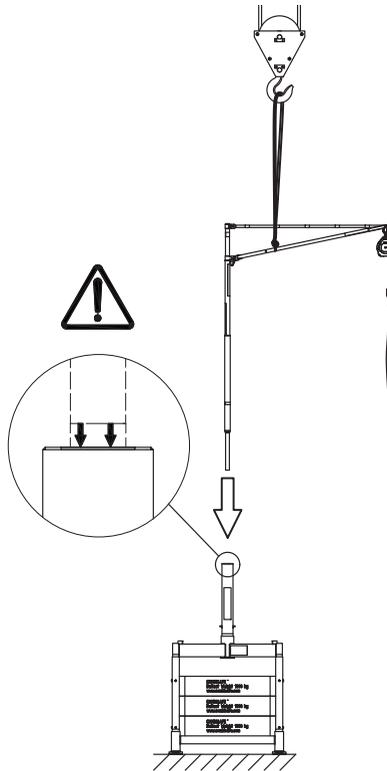

Figure 31. Positionnement du système SkyReach sur la Colonne supérieure 4.7. Prenez garde à la grue et à ses mouvements pour éviter tout risque de blessures.
11. Utilisez une grue pour soulever le système SkyReach assemblé en plaçant le crochet de la grue sur la sangle fixée au SkyReach. Abaissez le système sur la Colonne supérieure 4.7/l'Adaptateur SkyReach 5.9. Voir Figure 31. Le cas échéant, utilisez le crochet pour guider le système SkyReach et le positionner correctement. Vérifiez que l'ancrage SkyReach est inséré sur la bonne longueur en observant l'étiquette de repérage pour l'insertion. Voir Figure 31.